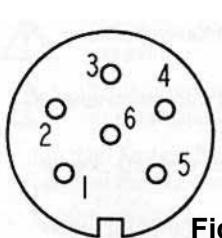

Fig. 47
- Con il tasto del senso di rotazione (31) si seleziona il senso di rotazione secondo la direzione indicata dalle frecce. La commutazione del senso di rotazione può avvenire solo ad apparecchiatura ferma.
- Attenzione!** Prima di cambiare senso di rotazione premere il tasto Stop (32), selezionare il nuovo senso di rotazione e quindi riavviare.
- Il senso di rotazione selezionato viene indicato da diodi luminosi (40).
- La pompa si avvia tramite il tasto «Start Stop» (32). Il funzionamento della pompa viene segnalato con un diodo luminoso (44).
- La pompa si arresta premendo di nuovo «Start Stop» (32).
- Azionando il tasto «max» (33) la pompa funziona a regime massimo fino a quando il tasto (33) rimane premuto. In questo modo il riempimento e lo svuotamento dei tubi può essere accelerato senza dover modificare le impostazioni di base.
8.1. Interfaccia (fig. 47)